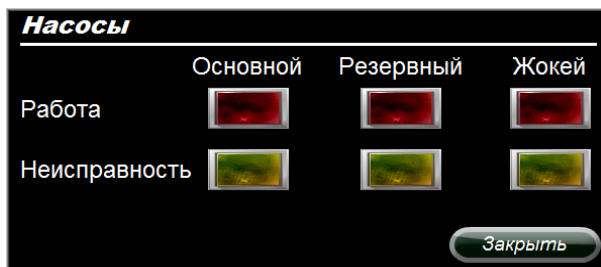

Рисунок 9.5 – Окно «Насосы»
9.9 При нажатии на кнопку «Насосы» откроется всплывающее окно «Насосы» (рисунок 9.5), на котором отображается информация о состоянии насосов.